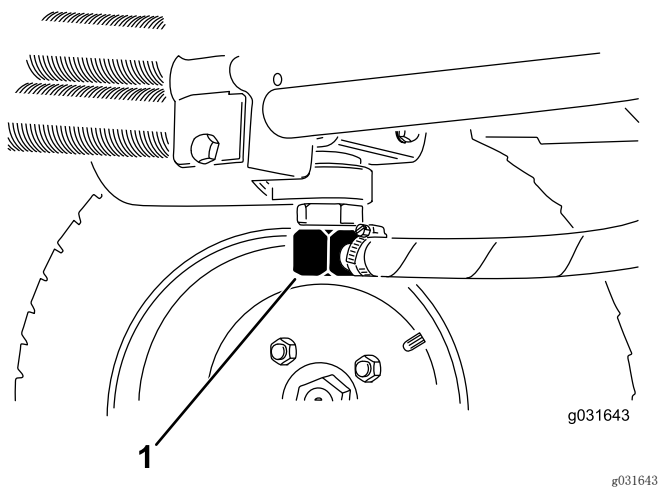
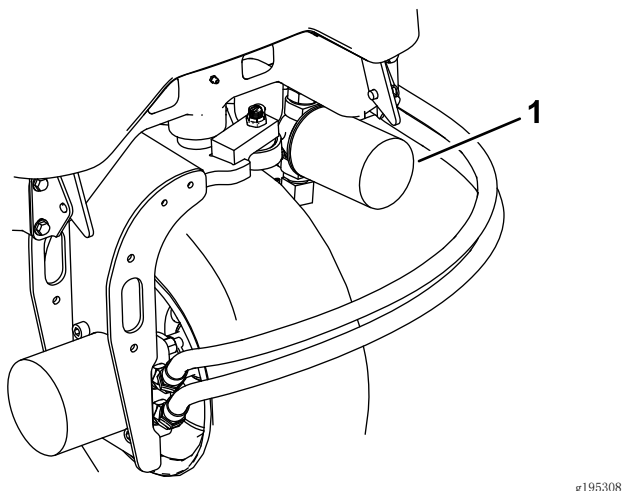

图 65
图 67
2. 断开液压管线与油箱的连接或卸掉液压油滤芯，让液压油流入放油盘（图 67 和图 65）。
3. 液压油停止排出时，安装液压管线（图 65）。
3. 清洁滤芯安装区周围的区域，在滤芯下面放置一个放油盘，然后拆下滤芯（图 67）。